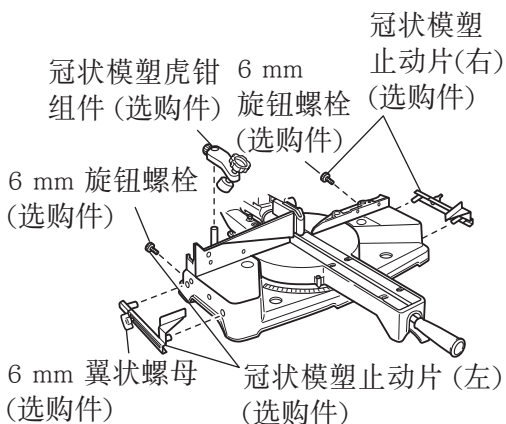

图 21
- (1) 通过冠状模塑止动片（L）与（R）（选购件），可以方便地切割冠状模塑，而无需倾斜锯条。将其安装在底座两侧，如图 21 所示。插入后旋紧 6 mm 旋钮螺栓，以固定冠状模塑止动片。